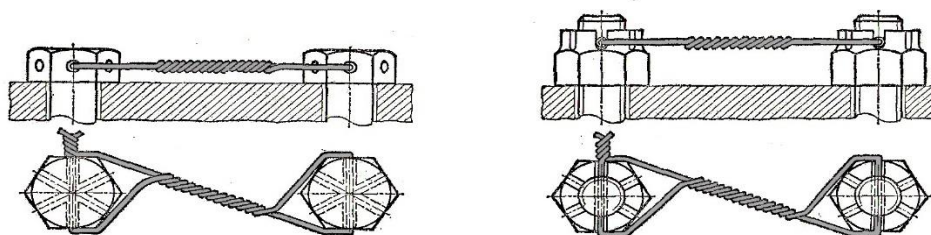

Рис. 15. Пример контровки резьбового соединения.
- Наличие контровочной проволоки на резьбовых соединениях крепления маховика к корпусу КА в нужном для этого направлении, отсутствие провисания контровочной проволоки и не затянутых резьбовых соединений (рис.15).